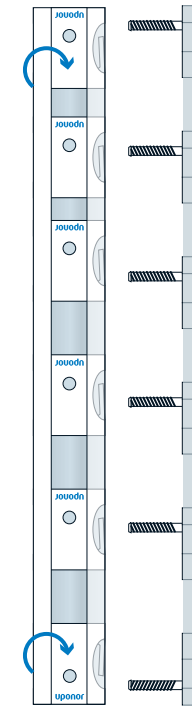

Figure 6: Insérez les attaches de retenue
1. Insérez les attaches de retenue dans le rail. Assurez-vous que les attaches du haut et du bas sont inversées, afin que le boulon soit le plus proche possible du bord extérieur (voir **Figure 6**).